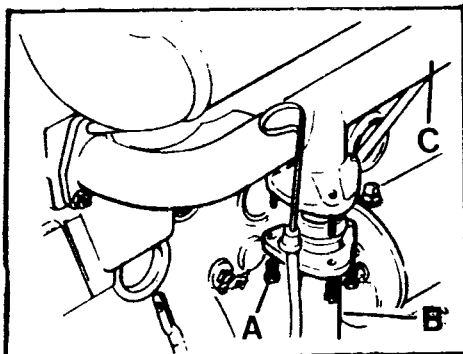

Fig. A1-18 Desmontaje del tubo de escape
- 1.3. Desmontar las tuercas y arandelas, A (Fig. A1-18) y separar el tubo de escape, B, del colector, C.